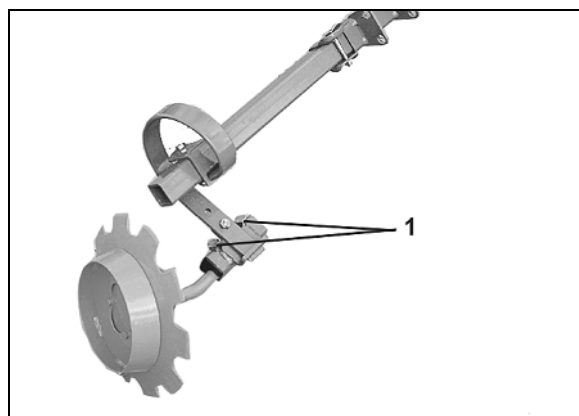

Рис. 96
1. Открутите оба болта (Рис. 96/1)